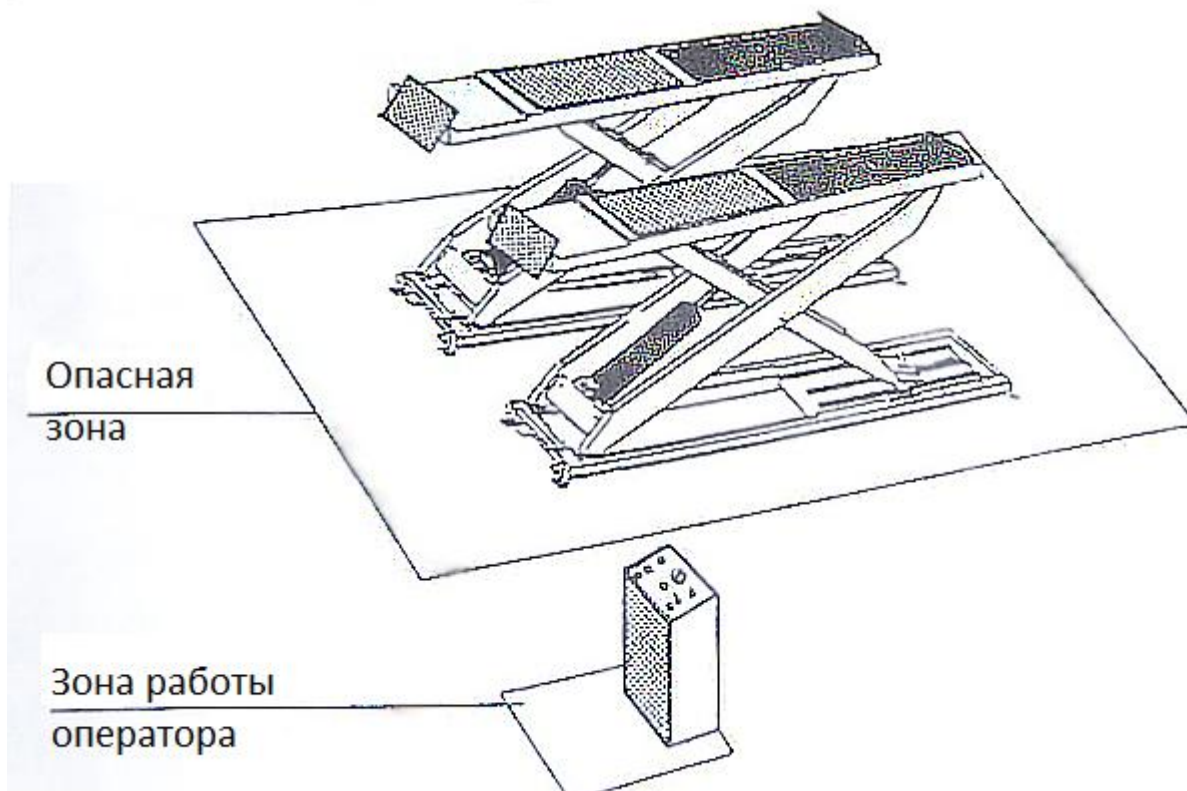

Рисунок 7
- не превышать границы зоны безопасности во время подъема автомобиля (Рисунок 7).